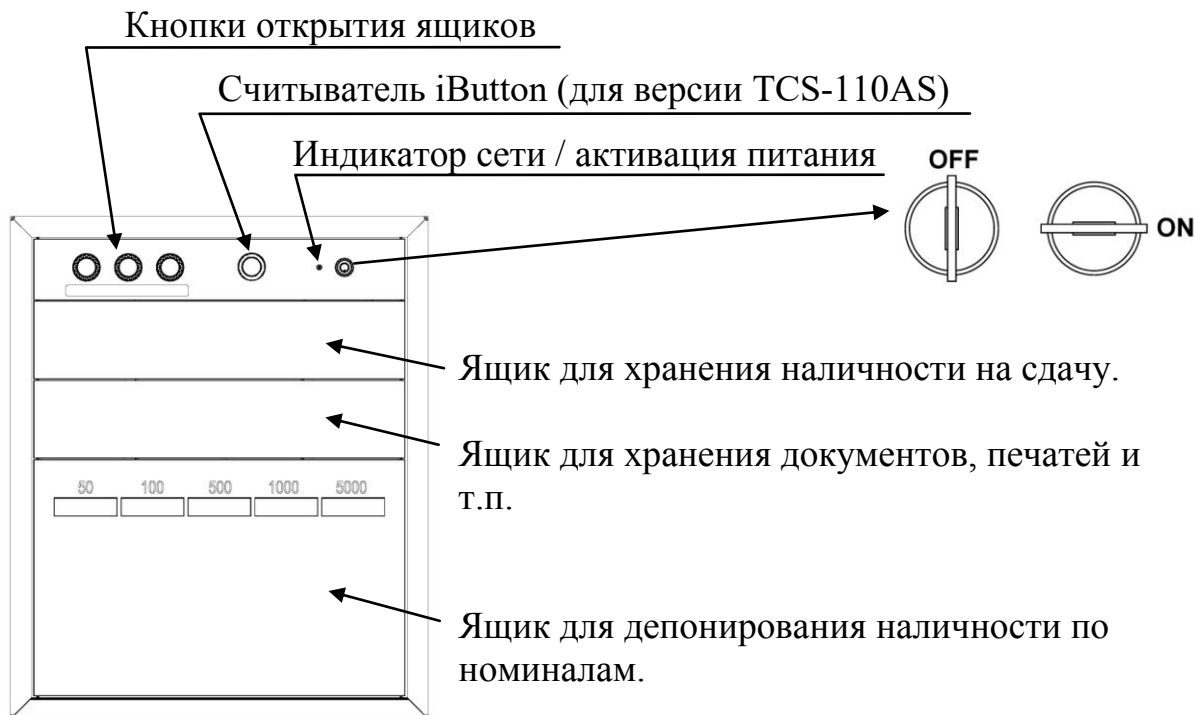

Рис.5 Расположение элементов управления.
1. Запуск работы осуществляется поворотом ключа активации питания в положение «ON» (см. рис.5). На панели управления индикатор сети загорается оранжевым цветом. Для темпокасс TCS-110A и TCS-110AS в случае потери напряжения в сети, индикатор сети, индицирует работу от аккумулятора, меняя цвета оранжевый – красный в сопровождении звукового сигнала издающегося с интервалом 15 сек.